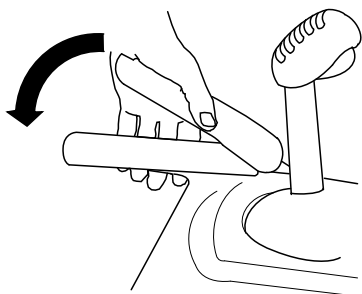

Figura 4
3. Apriete la palanca izquierda (tracción) contra la empuñadura (Figura 4).
6. Apriete la palanca izquierda (tracción) contra la empuñadura (Figura 4).